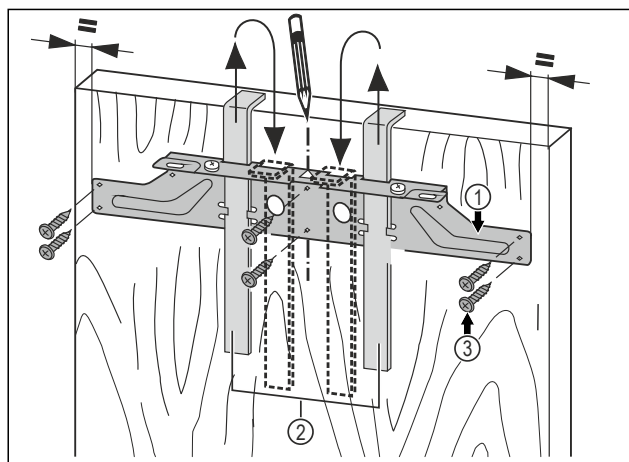

Fig. 59
- Upevňovací příčník Fig. 59 (1) zavěste pomocí montážních pomůcek Fig. 59 (2) na vnitřní stranu nábytkových dvířek.
- Upevňovací příčník Fig. 59 (1) vyrovnejte středově vůči dvířkům.
- Upevňovací příčník Fig. 59 (1) přišroubujte minimálně 6 šrouby Fig. 59 (3).
- Upevňovací příčník Fig. 59 (1) přišroubujte 4 šrouby Fig. 59 (3) na okraji.
- Montážní pomůcky Fig. 59 (2) vytáhněte směrem nahoru a zasuňte je obráceně do sousedních upínacích otvorů.